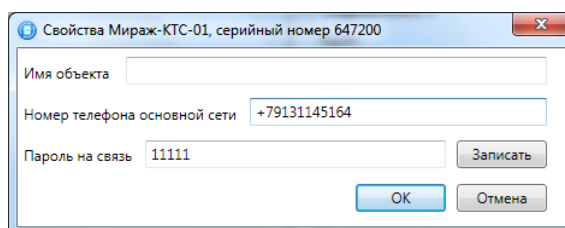

Рис. 30 Задание свойств
- ✓ в открывшемся окне *Свойства* укажите имя объекта, номер телефона основной сети контроллера, задайте пароль на связь (по умолчанию установлен пароль 11111) и нажмите кнопку ОК (рис.30).